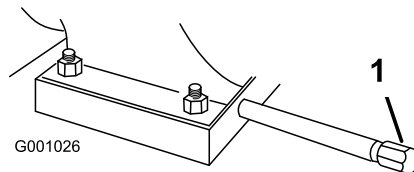

Figura43
1. Curățați zona din jurul capacului de scurgere a uleiului (Figura43).